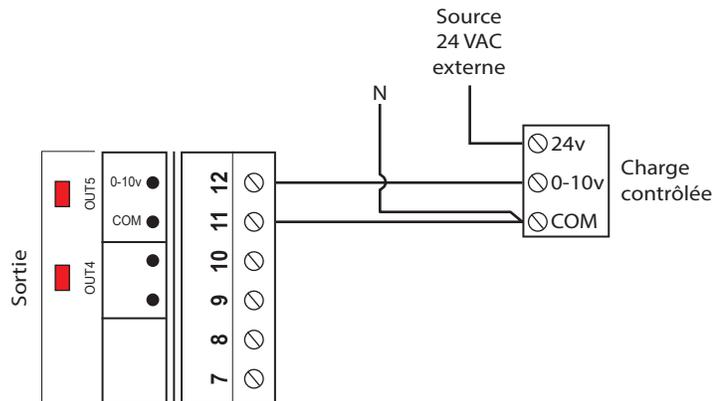

Figure 16 - Raccordement de la sortie analogique (alimentation externe)
- 2) Le C1000 fournit un signal de contrôle seulement à la charge, qui est alimentée par une source externe (voir figure 16).